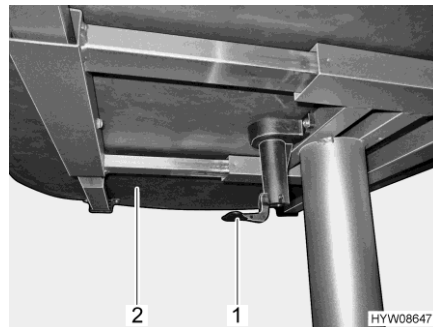

Bild 90 Hebel für Verschieben der Tischplatte
- Den Hebel (Bild 90,1) nach unten ziehen oder drücken.
- Tischplatte (Bild 90,2) in die gewünschte Position schieben.